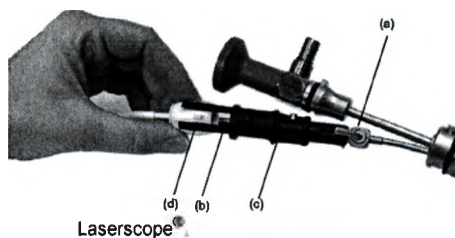

Рисунок 17: Установка лазера GreenLight
1. Открыть рабочий порт (a) (см. Рисунок 17).